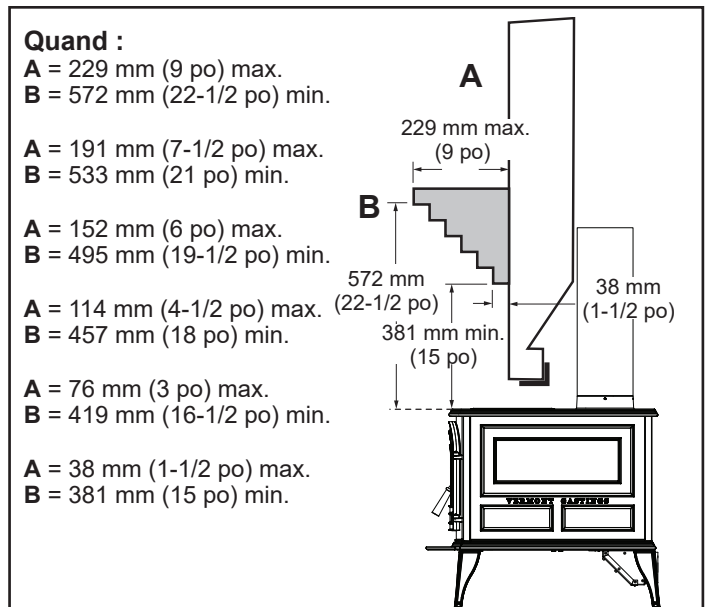

Figure 3.10 – Dégagements avec le manteau et les moulures.
La profondeur maximale du manteau (A, figure 3.10) dans le cas d'un manteau combustible est de 9" (230 mm). Pour une telle profondeur, le dégagement par rapport au-dessus du poêle (B) doit être au minimum de 572 mm (22-1/2 po).